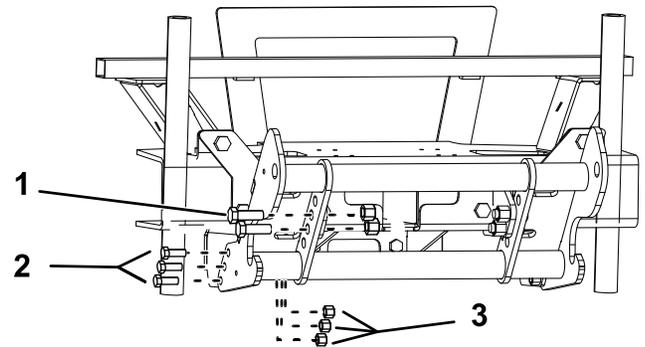

Bild 6
8. Befestigen Sie den Schubrahmen am Unterfahrerschutz wie in Bild 6 dargestellt.